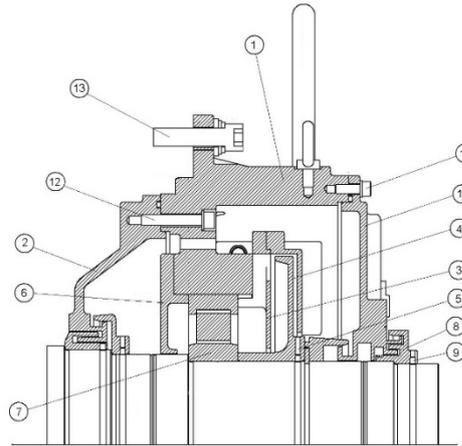

Рисунок 7.9. Компоненты подшипника с масляной смазкой
**Условные обозначения на Рисунок 7.9:**